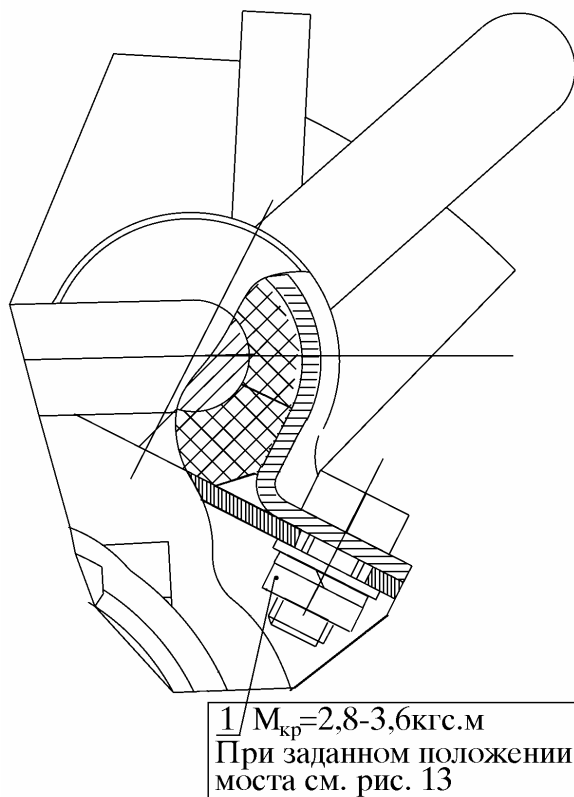

Рис. 14. Подсоединение штанги стабилизатора к заднему мосту:
3) гайки 1 (рис. 14) крепления штанги стабилизатора затянуть при заданном в п.(2) положении заднего моста с моментом от 28 до 36 Н.м (2,8 -3,6 кгс.м);